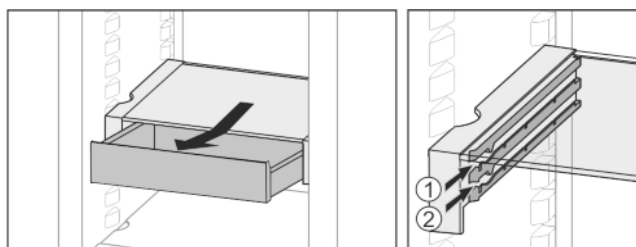

Fig. 20
- ▶ Na dowolnej wysokości Fig. 20 (1) lub Fig. 20 (2) wsuwać.